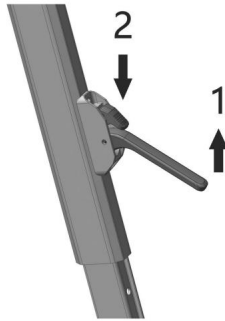

Figura D7
a. Levante el pestillo del brazo y presione hacia abajo el cabezal de bloqueo, luego deslícelo fuera del brazo de soporte hasta la altura adecuada (Figura D7) y suelte el cabezal de bloqueo para bloquear el soporte. brazo.